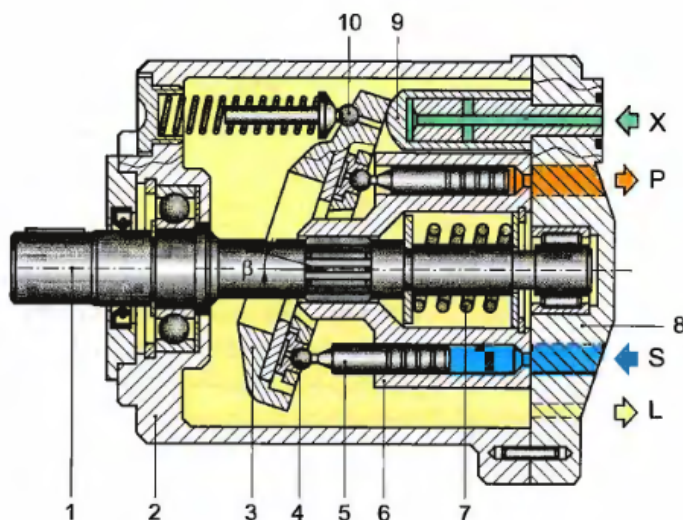

Рис. 3. Аксиально-поршневой насос с наклонным диском
3. Установите правильную последовательность этапов работы аксиально-поршневого насоса с наклонным диском (рис. 3).